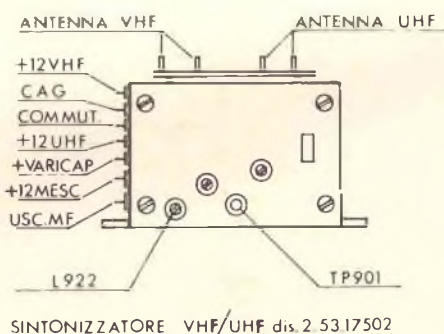

Fig. 4 - Punti di controllo e collegamenti del sintonizzatore VHF/UHF.
- h) Collegare il wobbulator UHF con l'uscita adattata a 300 Ω bilanciati, ai morsetti di antenna UHF (fig. 4).